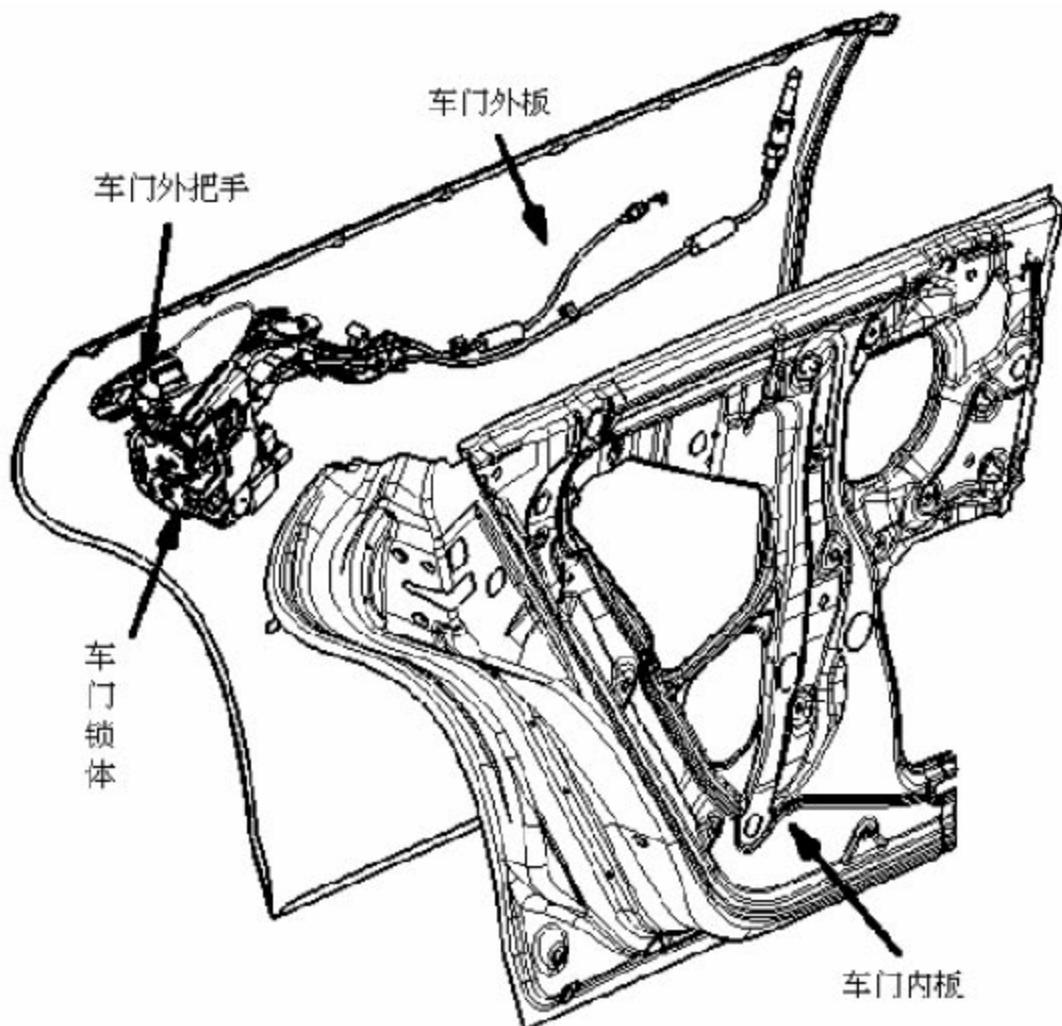

图3 左后门锁体周边
参照图3和4，按照以下步骤完成左后门锁的拆卸：
- ① 拆下如图3所示位置的螺钉和螺栓，需要的话要先拆下相应的贴片和堵盖；
- ② 透过贴片孔拆下外把手上的两个螺栓，取下外把手的前后护板；
- ③ 通过车门内外板上的过孔将锁体和外把手取出。